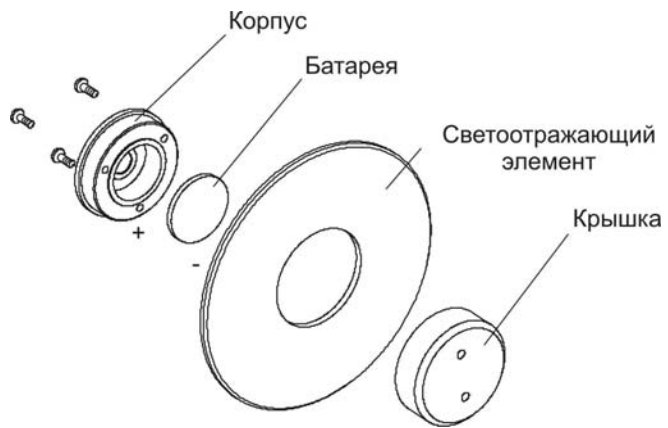

РИС. 3
- 7.1. Отвернуть на корпусе три винта (Рис.3).